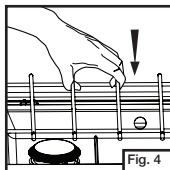

Fig. 4
- Instale el soporte para la olla como se muestra (Fig. 4)